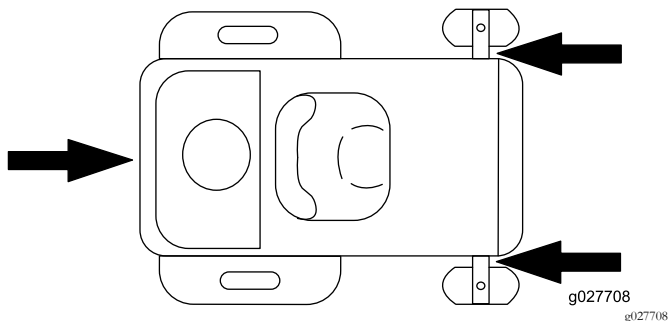

Figure 27
5. Arrimez la machine près des roues pivotantes avant et du pare-chocs arrière (Figure 27).